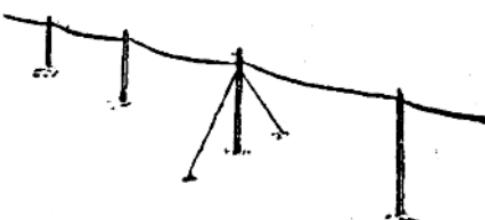
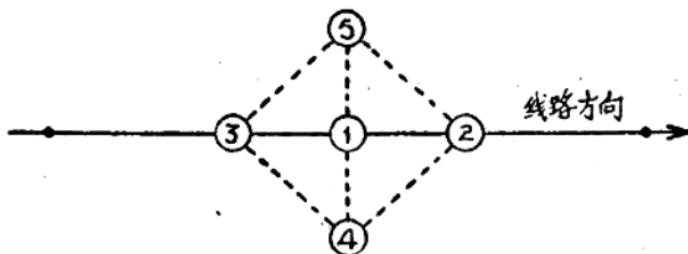

图16
图17
(2) 双方拉綫方向的測量: 在連續20根直綫杆子以上的線路上, 应裝置双方拉綫, 如图16。双方拉綫的方向測法, 如图17所示, 在杆①向線路前后方向各量3公尺, 至②③